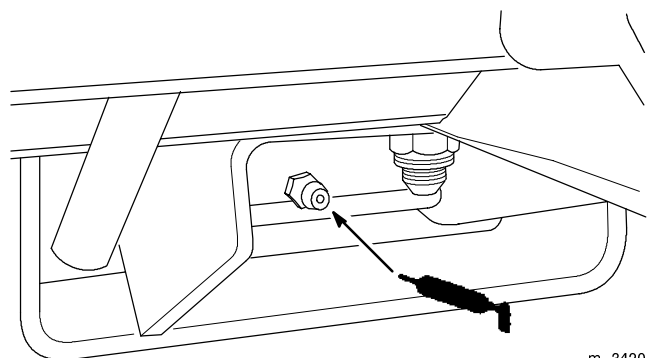

Figure 36
6. Lubrifier le graisseur de la pédale de frein (Fig. 36).